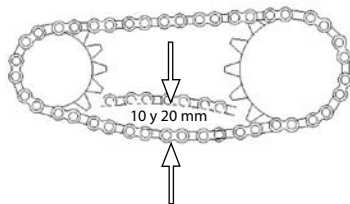

Imagen 14. Holgura de la cadena.
2. Mover la cadena con la mano hacia arriba y hacia abajo para revisar que su holgura esté entre 10 y 20 mm. Ver imagen 14.